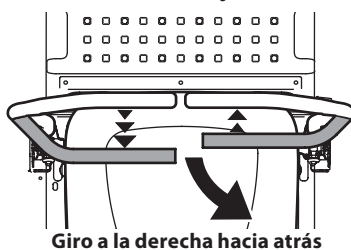

Figura 27
2. Para girar en el sentido de las agujas del reloj, mueva la palanca de control de la transmisión izquierda hacia adelante mientras mueve simultáneamente la palanca de control de la transmisión derecha hacia atrás (Figura 27).